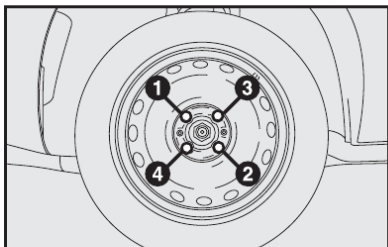

fig. 17
- Apertar bem os parafusos, passando alternadamente de um parafuso ao outro diagonalmente oposto, de acordo com a ordem ilustrada na **fig. 17**.